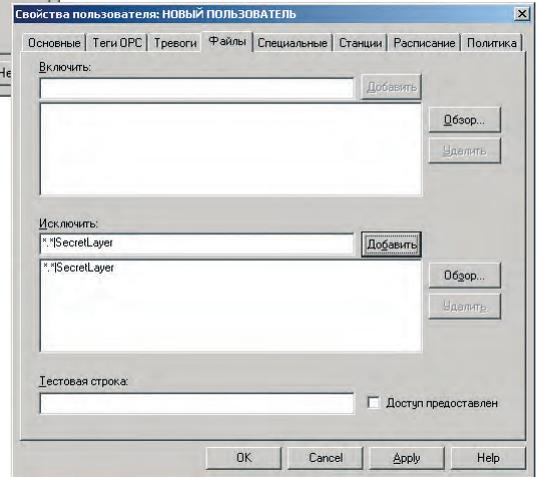

Рис. 26. Настройка прав пользователя: ограничение доступа к слою
3. Открыть закладку «Файлы», как показано на рис. 26, и в списке «Исключить» ввести строку *.*|SecretLayer, запрещающую пользователю доступ к слою SecretLayer во всех файлах (при необходимости можно указать точное имя файла, содержащего «секретный» слой).